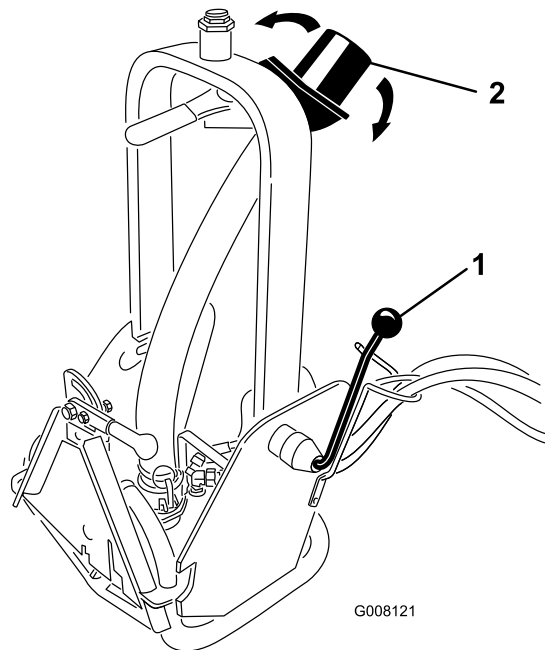

図 6
吐出ノズル図 6 は、上下方向または左右方向に動かして水を飛ばす方向を調整することができます。
- ロックアップ・ハンドル図 6 を回して、ピボット・タワーのロックを解除する。